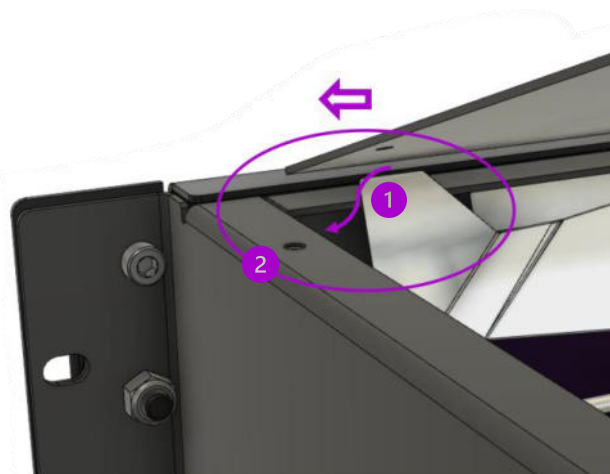

Fig. 21
2. Deslice la tapa superior de la carcasa hacia la izquierda. Deslice el borde del espejo delantero izquierdo (1) por debajo de la brida izquierda de la carcasa (2). (Fig. 21)